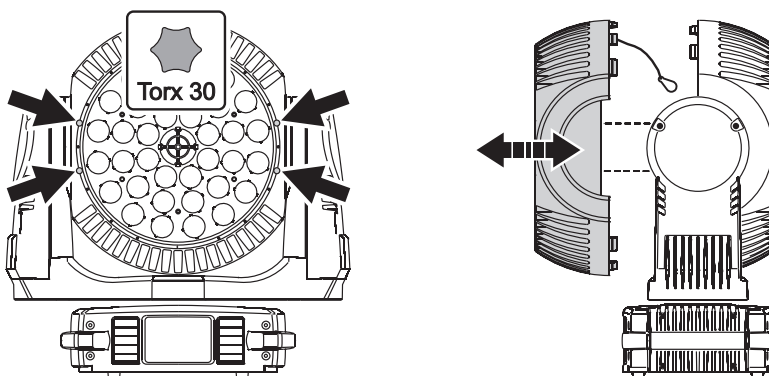

Figura 7: Desmontaje / instalación del módulo
2. Observar la Figura 7. Utilizando un destornillador Torx 30, extraer los cuatro tornillos de fijación del módulo (ver las flechas). Extraer suavemente el módulo del yugo y soltar el cable de seguridad que une el módulo a la cabeza.